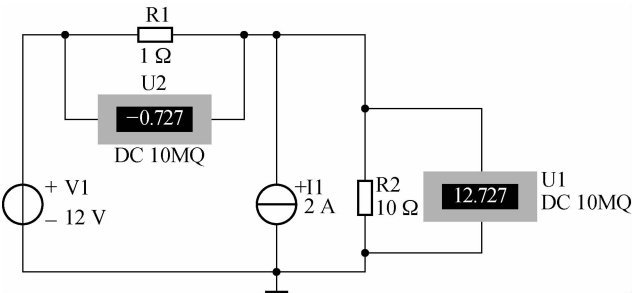

图 2-50 叠加原理原电路测试
- (1) 打开 Multisim 10 仿真实验软件, 建立如图 2-50 所示的实验电路。
- (2) 记录 R_1 两端的电压 U_1 、 R_2 两端的电压 U_2 , 并填写在表 2-6 中。